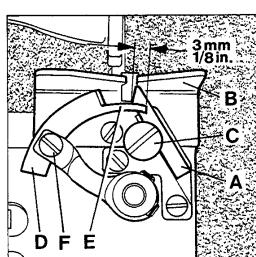

Fig.11
Set the fixed knife (A, Fig. 11) so that its tip sits close to the underside of the throat plate (B). For adjustment loosen screw (C) and move knife up or down in its holder as required. Retighten screw.
Set the moving knife (D, Fig. 11) so that it just clears below the throat plate underside on its entire arc of travel. In the most open position of the knives the pilot (E) should overlap the fixed knife by 3 mm (1/8"). In cutting position of the knives the cutting edge of the moving knife should overlap the cutting edge of the fixed knife at least 1 mm (3/64"). For adjusting moving knife loosen screw (F) and set knife as required. Retighten screw.
Stellen Sie das feststehende Messer (A, Fig. 11) so, daß seine Spitze an der Stichplattenunterseite (B) anliegt. Zum Einstellen lösen Sie die Schraube (C) und schieben das Messer im Halter nach Bedarf nach oben oder unten. Ziehen Sie die Schraube wieder an.
Stellen Sie das beweglich Messer (D, Fig. 11) so, daß es innerhalb seiner Schwungbewegung unter der Stichplattenunterseite gerade freigeht. Der Führungszapfen (E) soll in der am weitesten geöffneten Stellung der Messer das feststehende Messer 3 mm überlappen. In Schneidstellung muß die Schneide des beweglichen Messers mindestens 1 mm überlappen. Zum Einstellen des beweglichen Messers lösen Sie die Schraube (F) und stellen das Messer entsprechend ein. Ziehen Sie die Schraube wieder an.